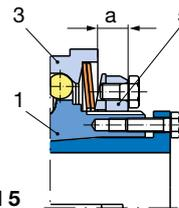

Bild 5
□ EAS[®]-compact[®] Durchrast- und Synchronkupplung (Größe 01 – 3): Maß „a“ ist der Abstand von Einstellmutter-Stirnseite (5) bis Druckscheibe-Stirnseite (3) (Bild 5).